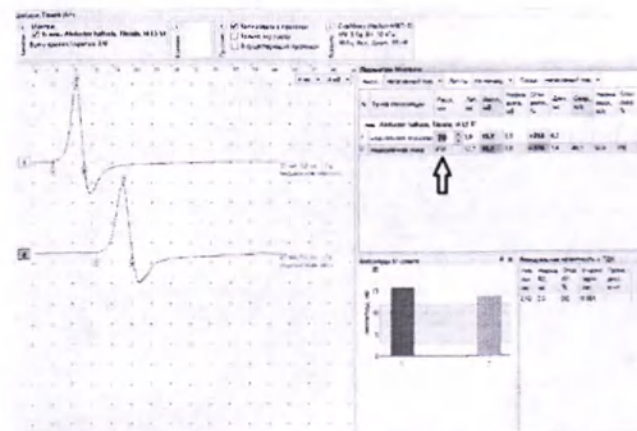

Рис. 100. Место ввода дистального расстояния (от точки стимуляции до активного электрода)
- Последовательно введите расстояния в таблицу (рис. 100).